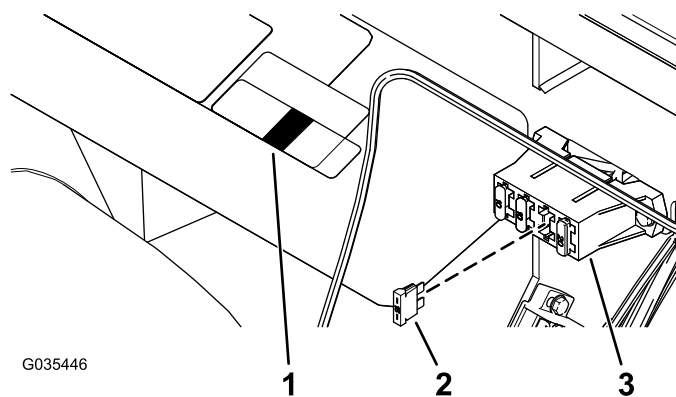
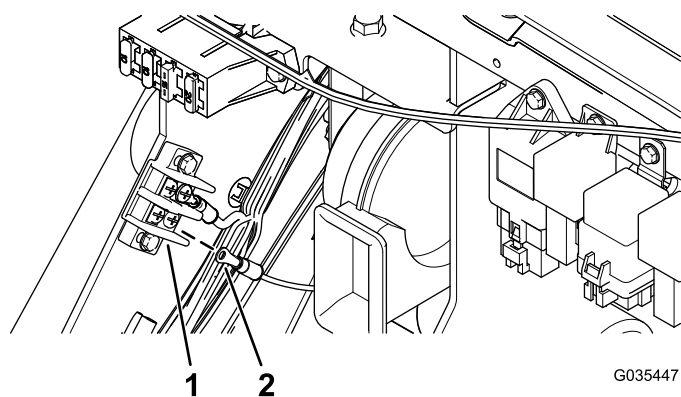

Рисунок 10
**Рисунок 11**
1. Вставьте предохранитель (15 А) в блок предохранителей и прикрепите наклейку предохранителя под блоком предохранителей (Рисунок 10 или Рисунок 11).